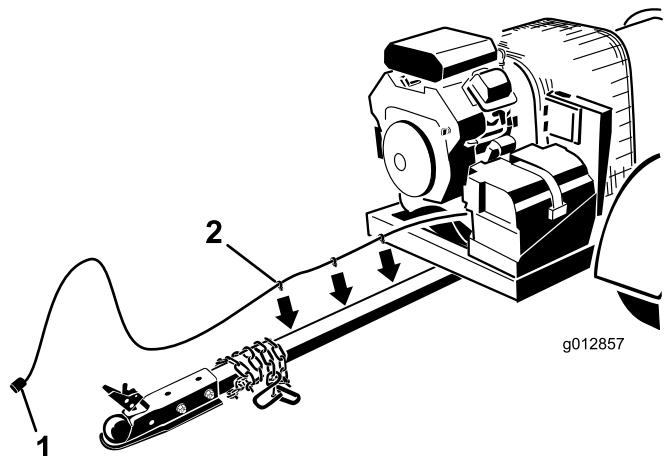

Figura 10
3. Disponete il cablaggio preassemblato sul lato destro del tubo dell'attacco di traino (Figura 10).
4. Inserite le fascette di cablaggio nei fori presenti sul lato del tubo dell'attacco di traino per fissarlo (Figura 10).